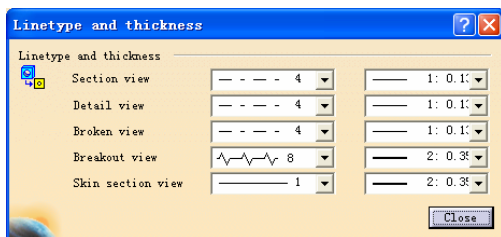

图 6-52
- 单击 View linetype (视图线型) 右侧的 Configure 按钮, 可在弹出的如图 6-52 所示对话框中进行视图标识线型和线宽设定。